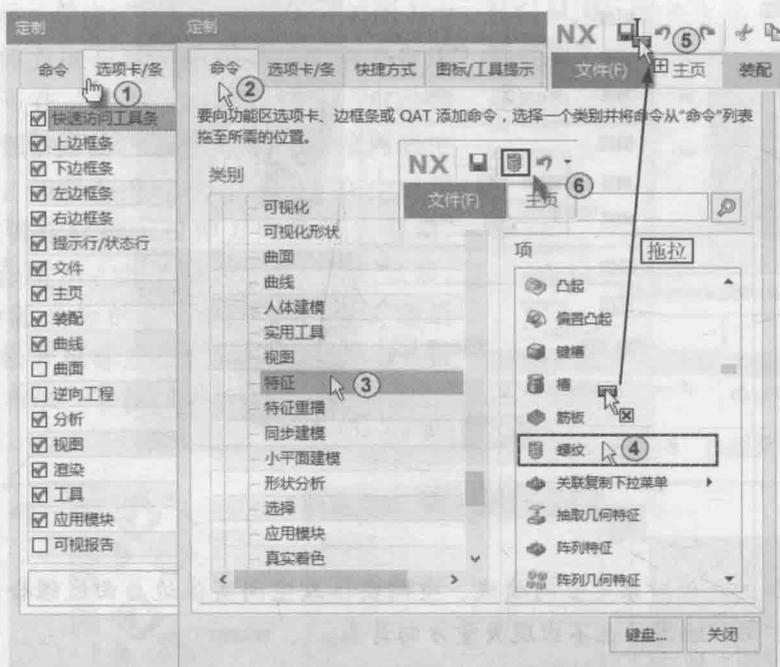

图 1-11 增加“螺纹”工具条
2) 单击“选项卡/条”选项卡，如图 1-11 中①所示。该选项卡主要用来显示或隐藏指定的工具条。在“工具条”列表框中，将工具条名前复选框中的“√”取消，则该工具条将被隐藏；而复选框中有“√”，则表明该工具条将显示在功能区。单击右方的“重置”按钮，系统将按照工具条定义文件中的默认设置重新设置工具条。或者在已经存在的工具条上右击，在弹出的快捷菜单中选择要显示或隐藏的工具条。
3) 单击“命令”选项卡，如图 1-11 中②所示，该选项卡主要用来显示或隐藏指定工具条中所包含的命令，因为每个工具条可能包括多个工具按钮，对于那些在建模过程中不常用的命令没有必要将它显示在桌面上。在“经典工具条”中选择“特征”，如图 1-11 中③所示，就可以看到这个工具条中所包含的命令都列在右面的列表框内。选中一个“螺纹”命令，如图 1-11 中④所示，按住鼠标不放将其拖拉到屏幕左上方的工具条中，如图 1-11 中⑤所示，这时工具条中将显示此项命令，结果如图 1-11 中⑥所示。若将某命令从工具条中拖回“定制”对话框中，此命令即从工具条中消失。